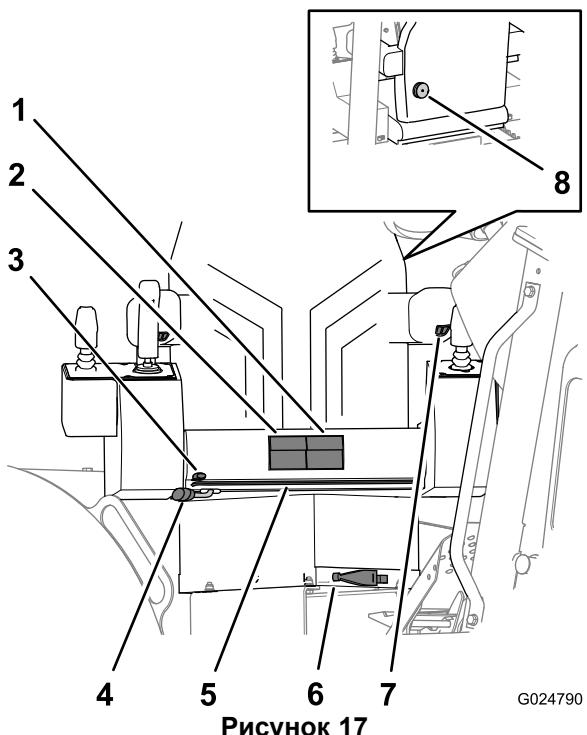

Рисунок 17
- **Рычаг смещения рамы сиденья** – Используйте этот рычаг для регулировки всего продольного перемещения сиденья вместе с рамой вперед или назад (Рисунок 17).
- **Рычаг смещения основания сиденья** – Используйте этот рычаг для регулировки продольного перемещения основания сиденья вперед или назад по раме сиденья (Рисунок 17).
- **Рычаг поворота сиденья** – Используйте этот рычаг для разблокирования сиденья, чтобы его можно было повернуть в нужное положение. Сиденье поворачивается на 360° и фиксируется в нужном положении шагами по 10° (Рисунок 17).
- **Компенсатор массы сиденья** – Поверните этот рычаг компенсатора массы, чтобы отрегулировать жесткость подвески сиденья под массу тела оператора (Рисунок 17).
Поверните регулятор высоты подлокотника, чтобы поднять или опустить его (Рисунок 17).
Поверните ручку регулировки поясничной опоры, находящуюся позади сиденья, чтобы отрегулировать поясничную опору спинки сиденья для максимального удобства (Рисунок 17).
- **Кнопки регулировки высоты сиденья** – используйте их для регулировки высоты подушки сиденья вверх или вниз (Рисунок 17).
- **Кнопки регулировки продольного положения сиденья** – используйте их для смещения подушки сиденья вперед или назад (Рисунок 17).